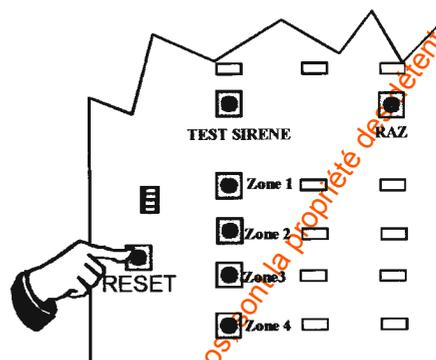

Figure 7 : Accès au mode Test
- Appuyer sur le bouton poussoir RESET, situé sur la carte électronique de la centrale (Fig. 7).
Appuyer deux secondes sur le bouton TEST situé sur la carte électronique de la centrale (voir figure 7). Les deux voyants Energie et Marche s'éteignent, et la mélodie « ta... ta ta ta ta ta ta » est diffusée par la centrale.